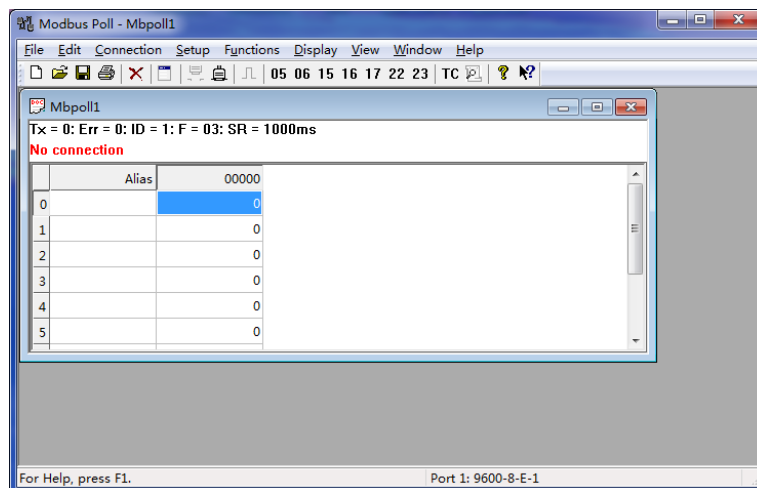

图 4-6 新建工程
1. 打开 Modbus Slave，点击左上角“File”->“New”新建一个工程，如图 4-6 所示。